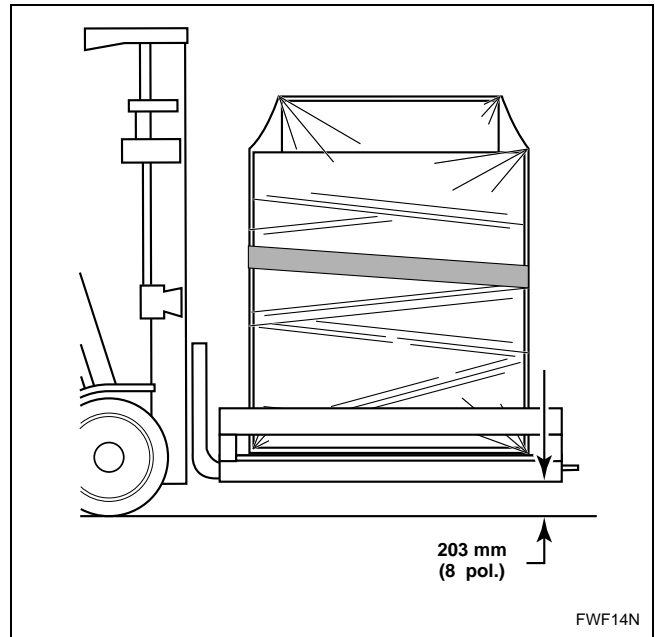

Figura 4
3. Use a empilhadeira para levantar cuidadosamente a passareira embalada. Consulte a *Figura 4*.